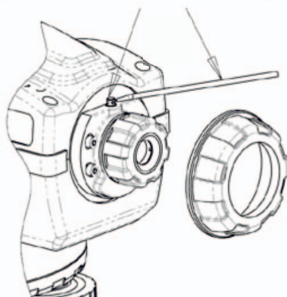

Рис. 5
3. Замерьте расстояние между точками а, а1 и b, b1. Разница в расстояниях а-а1и b-b1 должна быть менее 3 мм, в противном случае необходимо произвести настройку окуляра (Рис. 5).